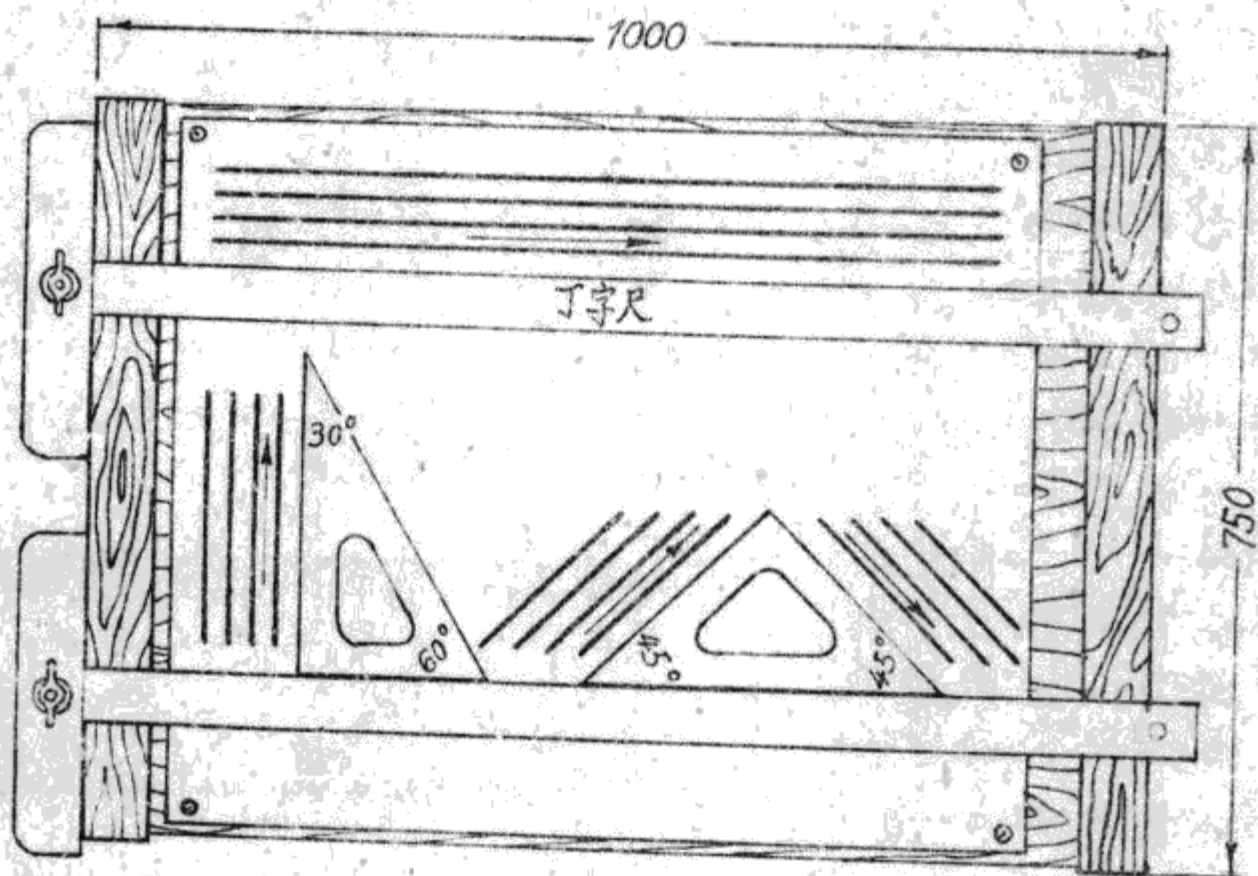

图 1.9
2. 三角板的用法：所有在画纸上的垂线，都用三角板来画。这时三角板必须放在丁字尺的上边缘上，并使其竖边向着左方（向着丁字尺的横木，见图 1.9），因为光线系在绘画员的左边。垂线必须自下向上画，因此绘画员的右肩必须稍转向画板。
45°三角板用来画和水平面成45°角的斜线（见图 1.9）铅笔移动的方向在图 1.9 上以箭头表示。